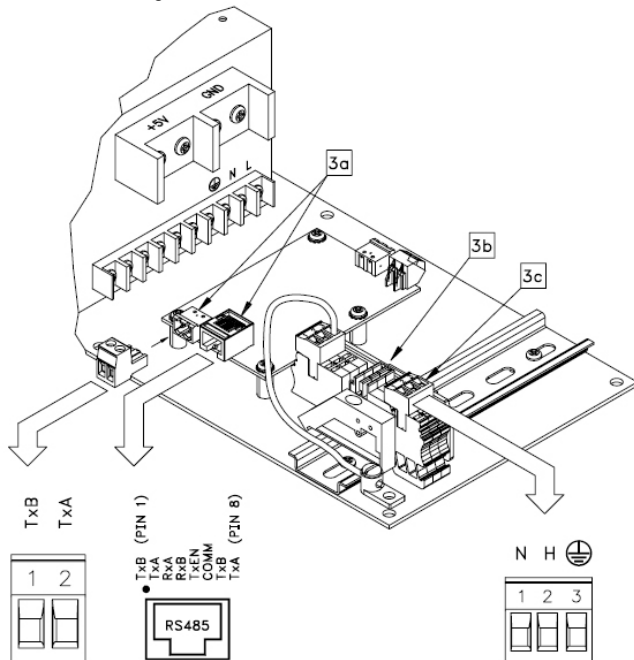
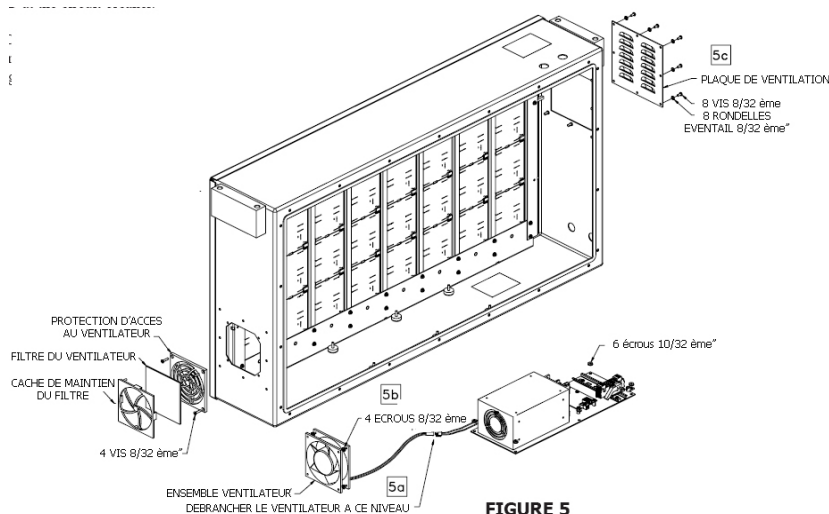
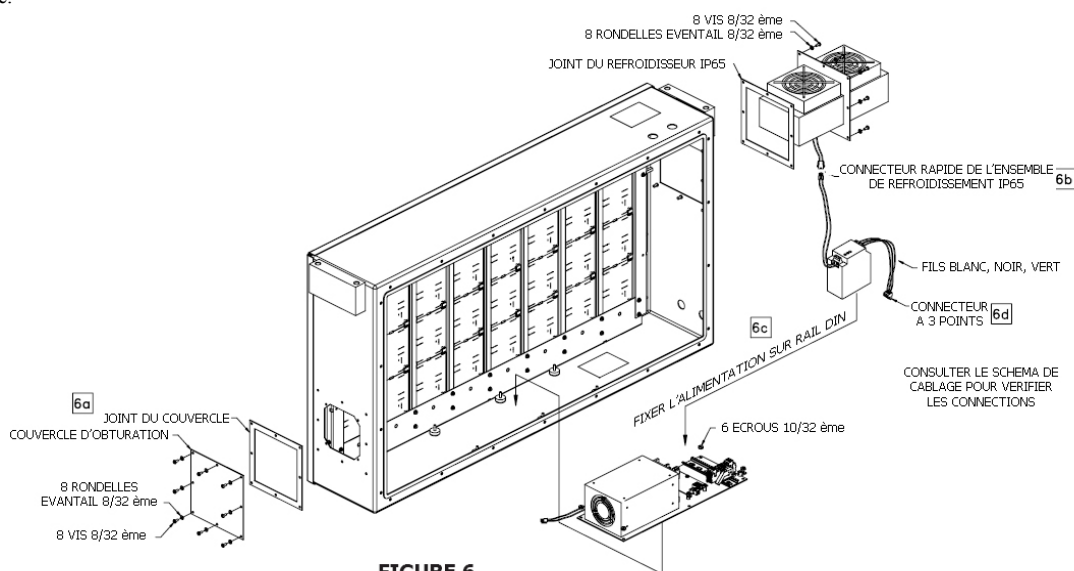
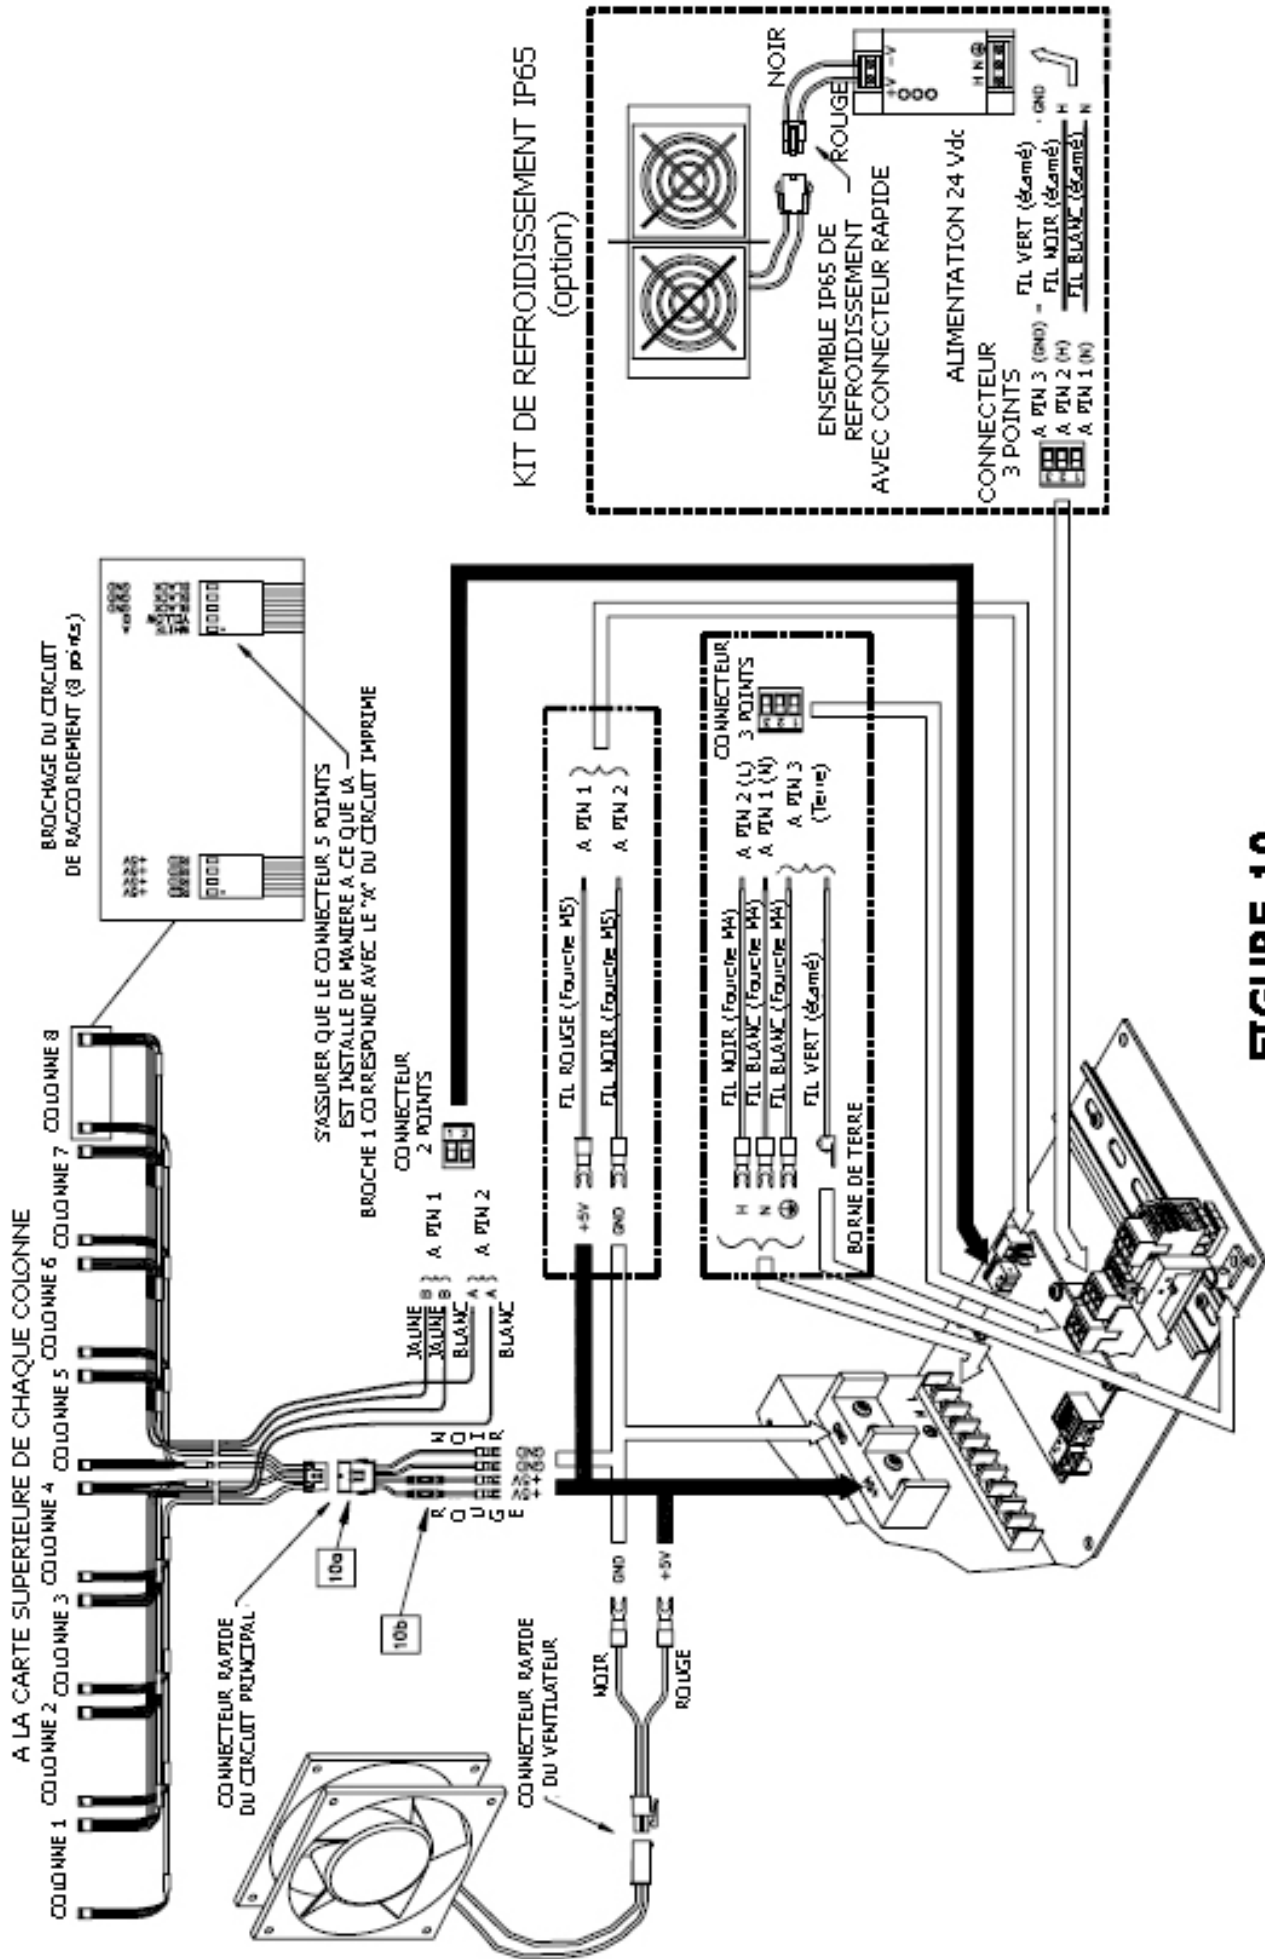

FIGURE 3
FIGURE 5
FIGURE 6
FIGURE 10
Un point séparé de mise à la terre des masses est prévu. L'alimentation AC doit être capable de fournir 2.0 A sous 120 Vac 60 Hz ou 1.0 A sous 240 Vac 50 Hz. Bien s'assurer que la masse du châssis du BFD est bien mise à la terre et que l'alimentation est correctement protégée par un disjoncteur avant de mettre l'équipement sous tension (cf. figure 3).
Le câble RS485 provenant du G3/DSP ou Modular Controller doit entrer dans le boîtier via le conduit dans lequel ne passe pas l'alimentation et doit être raccordé à la carte de communication du BFD via, au choix, le bornier débrochable à 2 points ou via le connecteur RJ45 (cf. figure 3).
3. Déconnecter l'ensemble de câblage du ventilateur (figure 5 a).
4. Déposer les quatre écrous qui maintiennent en place le ventilateur (figure 5 b). Ces pièces ne sont plus nécessaires.
5. En maintenant le joint et la plaque d'obturation du ventilateur (figure 6 a) occulter l'emplacement du ventilateur, installer et serrer les 8 vis (toutes fournies avec le kit IP65). Il est nécessaire d'être attentif à l'intégralité du joint IP65 durant toute l'opération.
7. Insérer le bloc de refroidissement depuis l'extérieur de manière à ce que les ventilateurs soient orientés vers le haut et que les fils passent à l'intérieur du boîtier (figure 6 b). Noter que le joint doit être positionné entre la bride de fixation et le boîtier. Positionner et serrer les 8 vis. Il est nécessaire d'être attentif à l'intégralité du joint IP65 durant toute l'opération.
8. Installer l'alimentation IP65 sur le rail DIN situé à l'intérieur du boîtier BFD. (figure 6 c).
9. Raccorder le bornier amovible à 3 points (figure 6 d) installé sur l'alimentation IP65 au socle (figure 3 b) qui équipe le rail DIN de l'ensemble de câblage.
10. Raccorder les deux câbles allant de l'alimentation IP65 à l'ensemble de refroidissement (fig. 6 b).
En plaçant plus d'une "Big Flexible Display" sur une page de l'afficheur G3/FSP ou Modular Ctrl, chaque BFD peut afficher des informations différentes. Un BFD peut montrer la même information qu'un autre BFD raccordé sur le même port série en utilisant tout simplement sur chacun des BFD la même adresse. Pour montrer les mêmes informations sur des BFDs raccordés sur des ports série différents, il suffit simplement de superposer les primitives de l'affichage déportées sur la page d'affichage courante et de configurer le port logique et l'adresse du BFD comme nécessaire. Les informations d'affichage provenant du G3/DSP ou Modular Ctrl doivent être transférées à chaque BFD. Le plus simple des chemins pour exécuter ce cahier des charges consiste à câbler le connecteur RS485 du premier BFD (cf. figure 3 a) et de le relier à la seconde unité (câblage en chaîne) l'alimentation de chacune des unités peut être câblée normalement.
3. Déposer le bornier débrochable 3 points dédié à l'alimentation AC (cf. figure 3 c). Débrancher le connecteur principal de câblage (cf. figure 10 a) de l'alimentation.
4. Débrancher le câble de raccordement du ventilateur (cf. figure 5 a) ou le câble d'alimentation du refroidisseur NEMA 4 / IP65 (cf. figure 6 b). Débrancher le câble RS485 de liaison au G3 (cf. figure 3 a).
Si, soit la partie gauche soit la partie droite de l'affichage ne fonctionne pas, contrôler et, si nécessaire, remplacer le fusible incorporé dans le câblage (cf. figure 10 b).